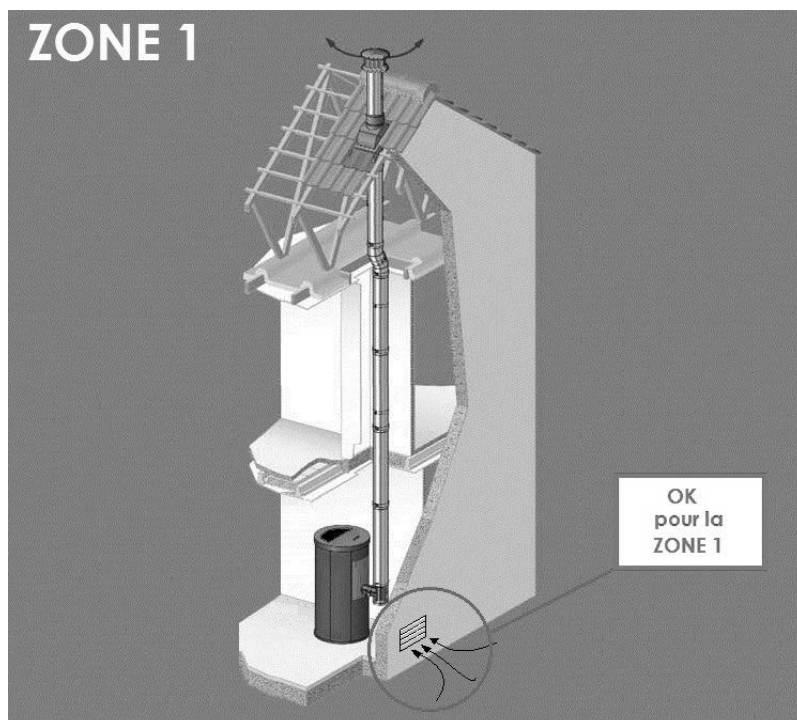

Fig. 8 - Installation possible pour tous les poêles (ZONE 1)
- L'afflux d'air entre l'extérieur et la pièce peut se produire directement, à travers une ouverture dans les murs extérieurs de la pièce (solution conseillée voir **Fig. 8**)